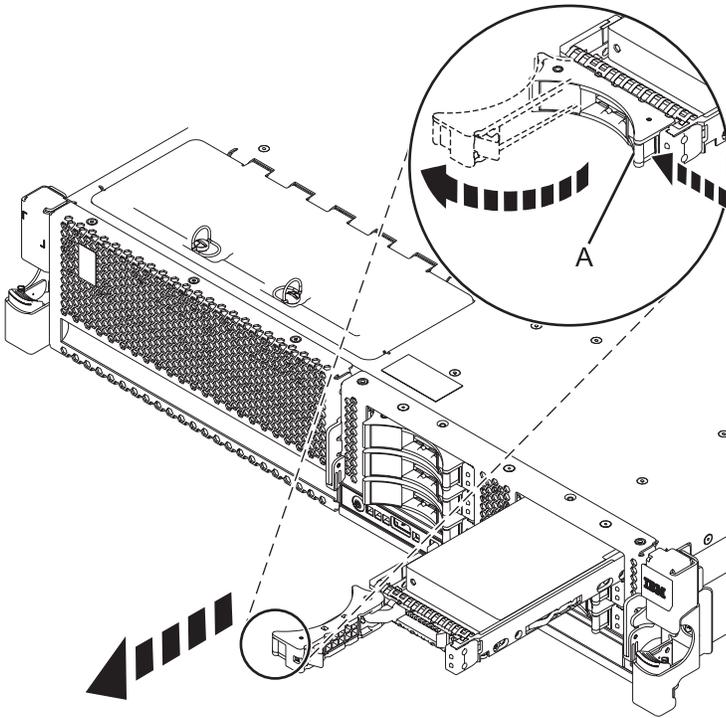

Abbildung 16. Plattenlaufwerk aus System ausbauen
1. Entriegeln Sie den Griff des Plattenlaufwerks oder Solid-State-Laufwerks, indem Sie ihn zusammendrücken und zu sich hin nach außen ziehen (siehe Abb. 16 auf Seite 28).